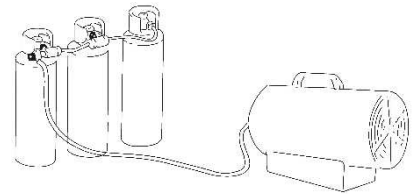

Fig. 1
- 1.9. Si l'appareil de chauffage doit fonctionner pendant une longue période à sa capacité maximale, il est possible que de la glace se forme sur la bonbonne. Ceci est dû à un soutirage excessif de vapeur. Ni pour cette raison, ni pour toute autre, la bonbonne ne devrait être chauffée. Afin d'éviter cet effet, ou du moins de le réduire, utilisez une grande bonbonne ou deux bonbonnes connectées ensemble. (Figure 1)